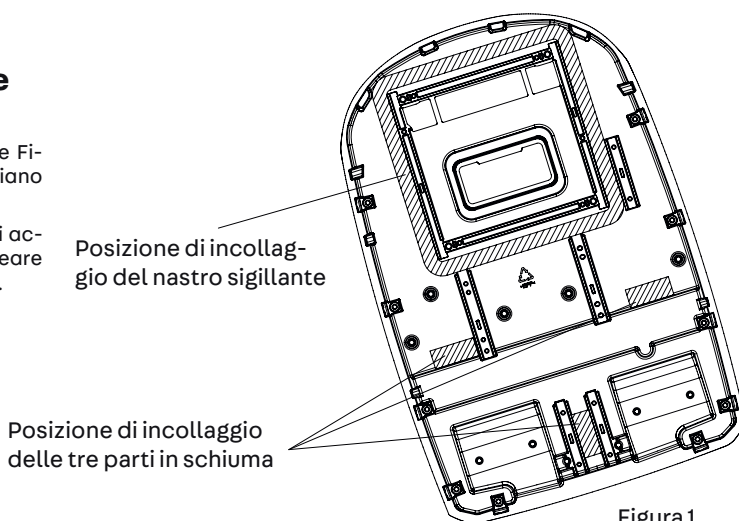

Figura 1
1. Prima dell'incollaggio, pulire le superfici adesive (vedere Figura 1) del telaio dell'unità esterna per assicurarsi che siano pulite;
2. Prendere il nastro sigillante e i tre pezzi di schiuma dagli accessori, rimuovere la carta sulla superficie adesiva e allineare il nastro e i pezzi di schiuma come mostrato nella Figura 1.